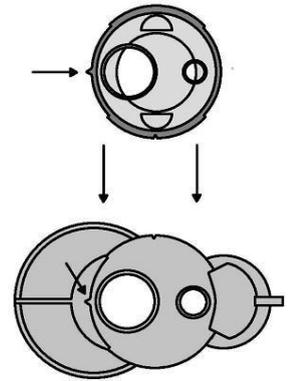

Fig. 4
4. Alignez l'embout de l'applicateur dans la seringue en alignant la languette triangulaire de l'embout de l'applicateur et l'encoche correspondante de la seringue, puis insérez l'embout de l'applicateur dans la seringue (fig. 4).